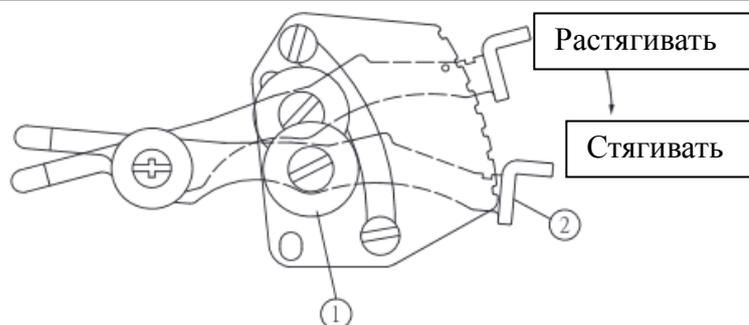

Fig. 27 / Fig. 27
Ослабьте регулировочный винт ①. Настройте регулировочный стержень (2) вниз - ткань будет стягиваться, в то время, как движение вверх будет растягивать ткань. Затяните регулировочный винт ① после окончания регулировки. (Рис.27) (табл.5)